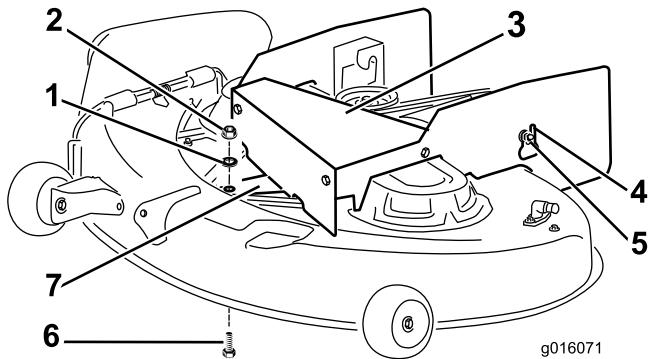

Figure 3
- Fixez la patte à l'avant du plateau avec le boulon, la rondelle et l'écrou existants que vous venez de mettre de coté (voir Figure 3).
- B. Pour chaque côté du déflecteur assemblé, insérez l'écrou à embase desserré précédemment dans la grande ouverture située près de l'arrière du déflecteur (Figure 3).